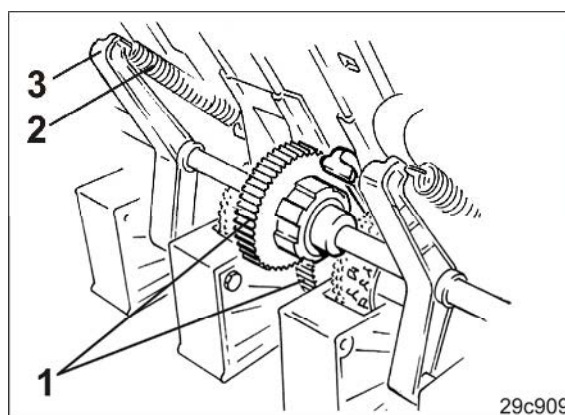

Рис. 233
15. Приведите в зацепление зубья (Рис. 233/1) муфты с витой пружиной и цилиндрического зубчатого колеса высевающего вала.
16. Прицепите натяжные пружины (Рис. 233/2) к поворотным опорам (Рис. 233/3).